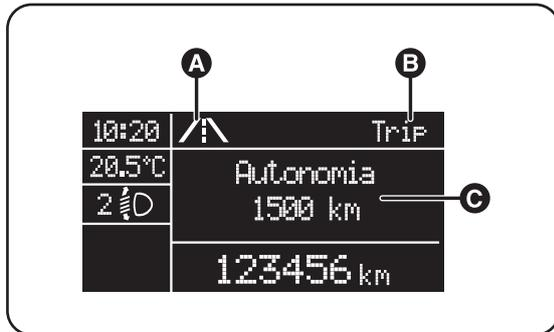

fig. 10
- icon animado na parte superior (A-fig. 10);
- a escrita "Trip" (ou "Trip A" ou "Trip B") (B);
- nome, valor e unidade de medida relativos à grandeza seleccionada (ex. "Autonomia 1500 km") (C).